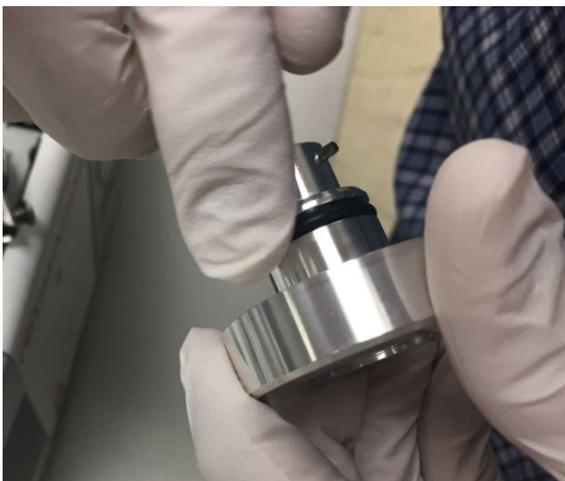

Figure 7 : application d'huile sur le petit joint torique sur l'adaptateur de lest d'air en métal
- b. Avec un doigt ganté, appliquez une petite quantité de graisse pour vide Apezion sur le joint torique. Si vous n'avez pas de graisse pour vide Apezion, utilisez une goutte d'huile de pompe à vide à la place. Reportez-vous à la Figure 7.